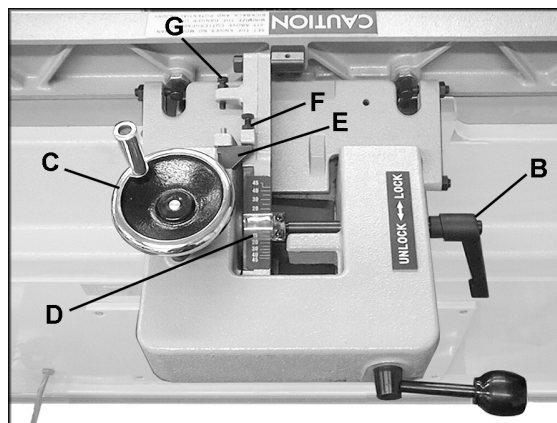
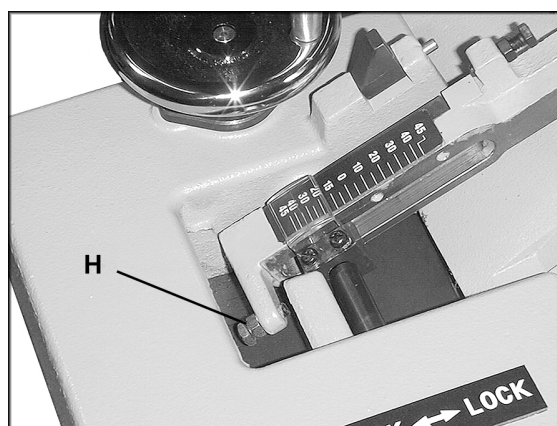

Рис. 16
Рис. 17
1. Ослабьте зажимную рукоятку (В, Рис. 16).
2. Выщелкните стопорный блок для установки упора под углом 90° (Е, Рис. 16).
3. Поворачивайте маховик (С, Рис. 16), чтобы выставить по шкале (D, Рис. 16) нужный угол наклона. Либо можно положить на стол скошенную заготовку вплотную к упору и поворачивать маховик (С, Рис. 16), пока угол наклона упора не будет равен углу скоса заготовки.
4. Затяните зажимную рукоятку (В, Рис. 16).
ВАЖНО: когда операция, для которой требовалось наклонить упор, будет завершена, а упор возвращен в вертикальное положение (под углом 90°), не забудьте вставить стопорный блок (F, Рис. 16) обратно в его исходное положение.
1. Регулировка 90° ограничителя производится с помощью винта (F, Рис. 16) и стопорного блока (Е, Рис. 16).
2. Ослабьте зажимную рукоятку (В, Рис. 16) и шестигранную гайку на винте (F, Рис. 16).
4. Сдвигайте упор, пока он не будет плотно прилегать к угломерному устройству. Закручивайте винт (F, Рис. 16) до тех пор, пока он не коснется стопорного блока (Е, Рис. 16).
5. Затяните шестигранную гайку на винте (F, Рис. 16) и зажимную рукоятку (В, Рис. 16).
1. Регулировка данного упора осуществляется с помощью винта (Н, Рис. 17).
2. Ослабьте зажимную рукоятку (В, Рис. 16) и шестигранную гайку на винте (Н, Рис. 17).
4. Закручивайте винт (Н, Рис. 17) до тех пор, пока он не коснется литого основания перед ним.
5. Затяните шестигранную гайку на винте (Н, Рис. 17) и зажимную рукоятку (В, Рис. 16).